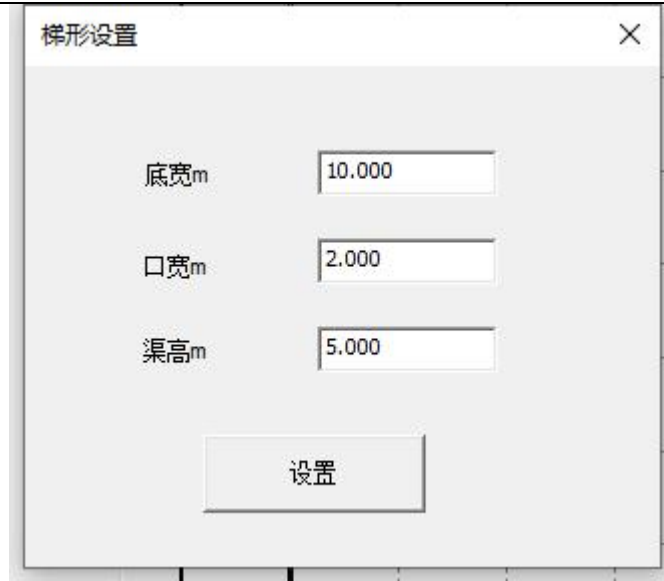

图 4-9 梯形断面设置
③、断面形状
1、点击“梯形”单选按钮，弹出梯形设置对话框，如图 4-9 所示。